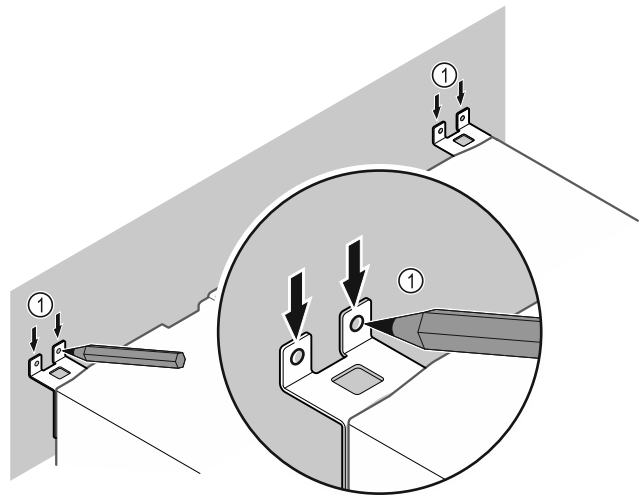

Fig. 11
- Postavite oznake na zid Fig. 11 (1).